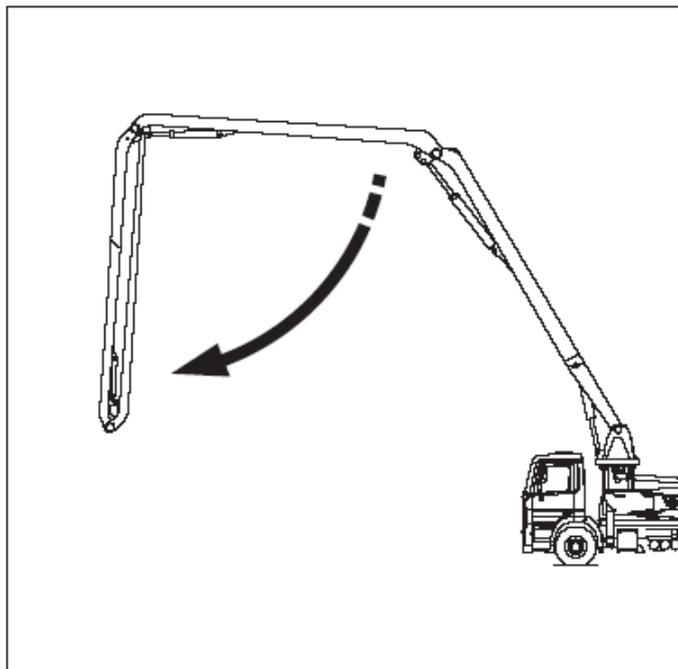

Рис. 7.15
- С помощью рычага 1 выпускают плечо С на 90° к плечу В (см. рисунок 7.15).